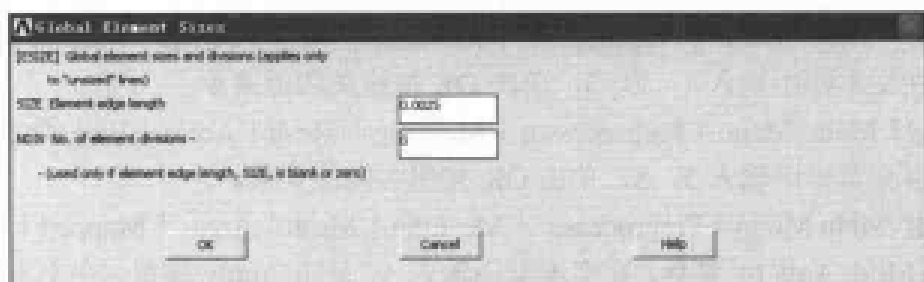

图 13-37 定义单元尺寸对话框
(17) 选择 Main Menu | Preprocessor | Meshing | Size Cntrls | ManualSize | Global | Size 命令, 出现 Global Element Sizes 对话框, 在 SIZE Element edge length 文本框中输入 0.0025, 如图 13-37 所示, 单击 OK 按钮关闭该对话框。